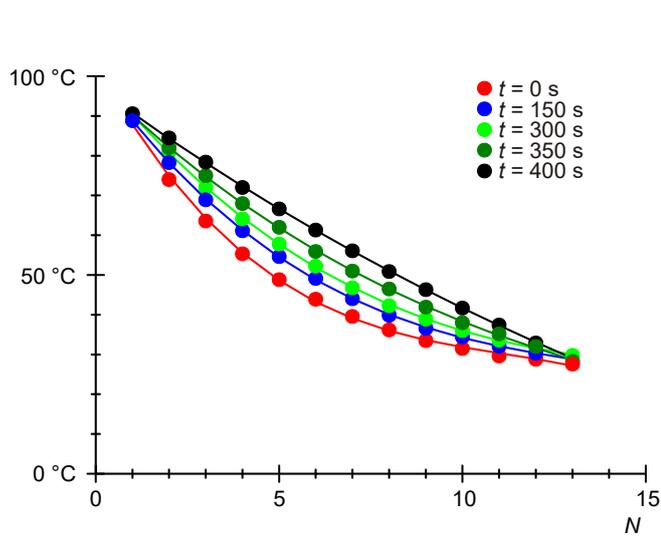

Fig. 2: Temperaturen längs des Aluminiumstabes in fünf Messreihen mit einem Zeitabstand von 150 s
- Die Messreihen aus Tab. 1 in einem  $T(N)$  – Diagramm graphisch darstellen (Fig. 2).